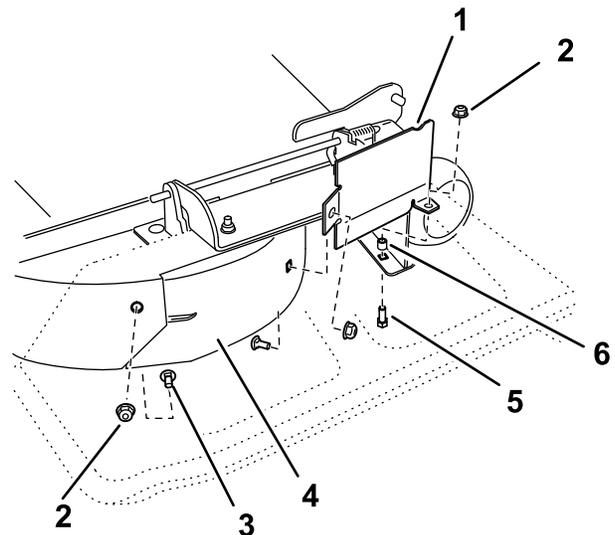

Figure 11
3. Sur les TimeCutter HD, fixez la protection du déflecteur à l'aide de 1 boulon de carrosserie (5/16" x 3/4"), 1 entretoise et 2 écrous (5/16"), comme montré à la Figure 11.
4. Fixez la paroi arrière du déflecteur droit au plateau de coupe à l'aide de 1 boulon de carrosserie (5/16" x 3/4") et de 1 écrou (5/16"), comme montré à la Figure 11.